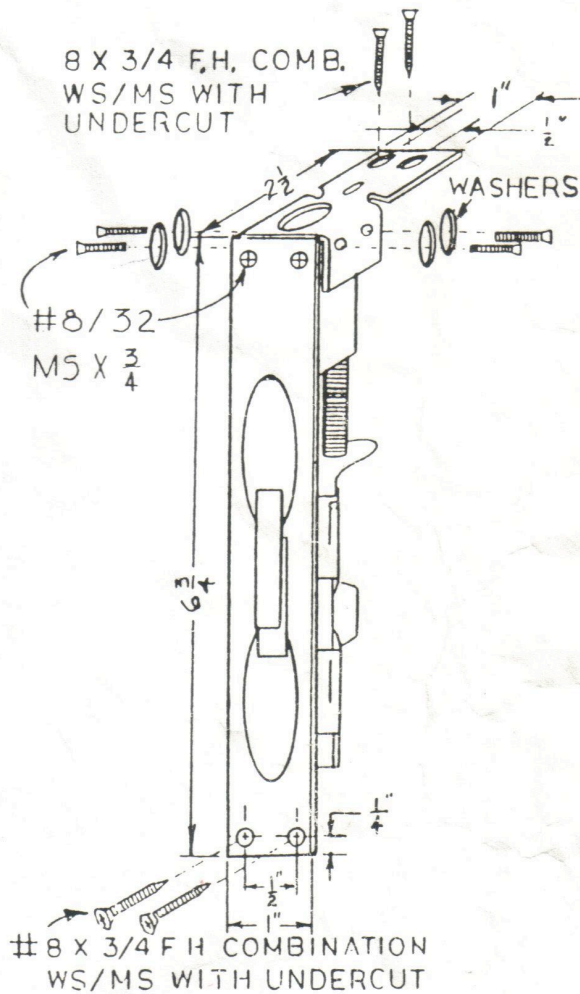

FIGURE 3
5. INSTALL 4 - #8 FLAT HEAD COMBINATION WOOD/METAL SCREWS AS SHOWN IN FIGURE 3.